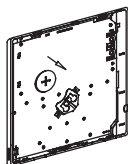

Figura 3-7
- Coloque la batería en la unidad y asegúrese de que el lado positivo de la batería esté de acuerdo con las marcas de polaridad. (Véase Figura 3-7)